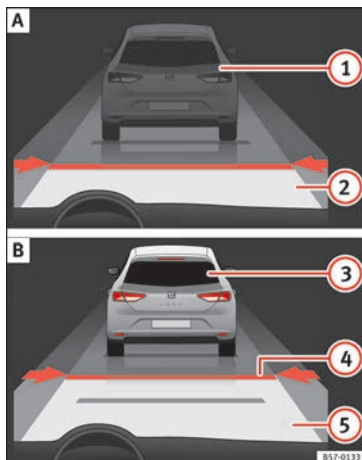
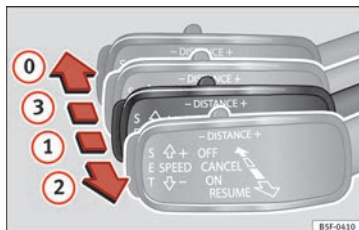

Fig. 209 En la pantalla del cuadro de instrumentos: (A) ACC inactivo (Standby). (B) ACC activo.
Fig. 211 A la izquierda de la columna de la dirección: tercera palanca para manejar el control adaptativo de velocidad.
Indicaciones en la pantalla » fig. 209:
de (☼) y en la pantalla se muestra la velocidad programada y el estado del ACC » **fig. 209**.
incrementar o disminuir la velocidad en intervalos de 1 km/h (0,6 mph), desplace la palanca hacia la posición **2** » **fig. 211** o pulse la tecla **SET** respectivamente.
La velocidad programada puede modificarse con el vehículo detenido o durante la conducción según se desee. Cualquier modificación en la velocidad programada se visualizará en la parte inferior izquierda de la pantalla del cuadro de instrumentos » **fig. 209**.
- Para activar el ACC, con la tercera palanca situada en la posición **1** se debe pulsar la tecla **SET** o se debe desplazar la tercera palanca del ACC hasta la posición **2** » **fig. 211**. En ese momento la imagen del ACC en la pantalla del cuadro de instrumentos pasará a modo *Activo* » **fig. 209**.
Para desconectar el ACC desplace la palanca a la posición **0** » **fig. 211** (encastrada). En ese momento aparece el texto **ACC desactivado** y la función queda completamente desactivada.
Si no se desea desconectar el ACC sino pasarlo de forma temporal a modo inactivo (Standby), desplace la tercera palanca a la posición **3** » **fig. 211** o pise el pedal del freno.